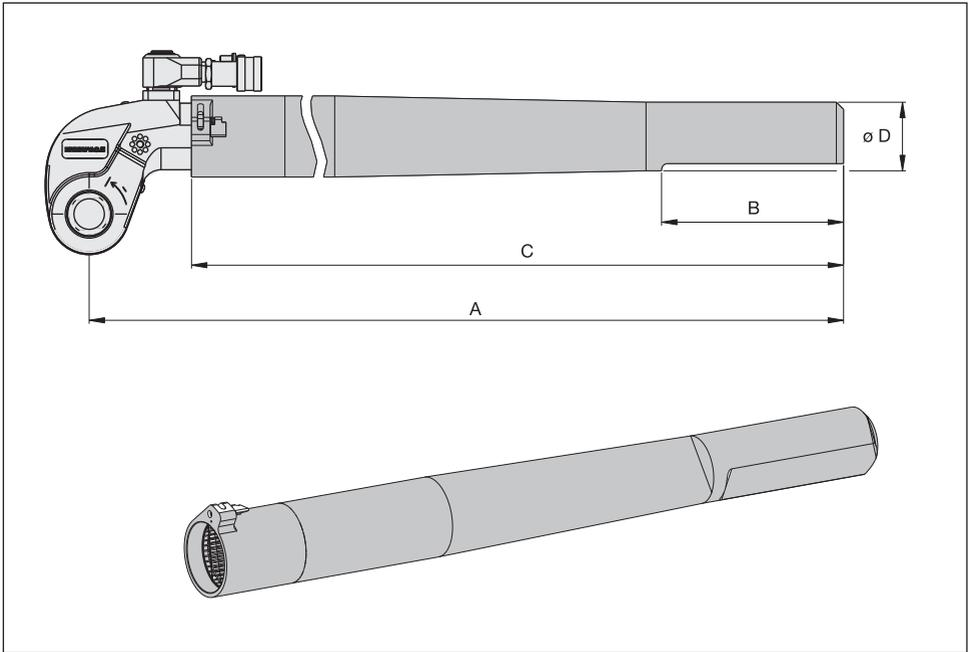

Fig. 31
6.5 Dimensões e especificações, Extensões do Tubo de Reação, série RTE (fig. 31)